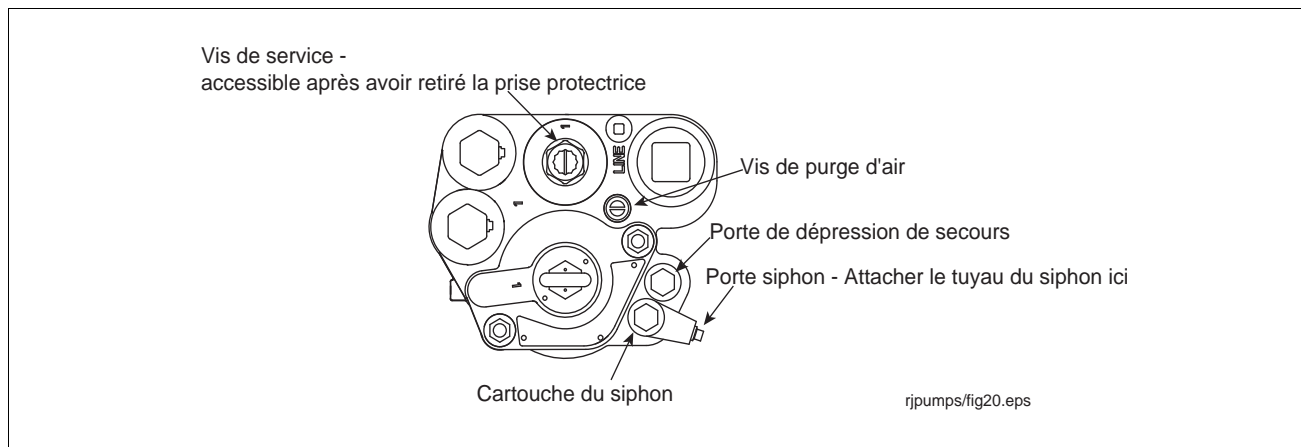

Figure 34. Attaches du Siphon
2. Retirer et conserver la prise protectrice placée sur la vis de service et tourner la vis dans le sens des aiguilles d'une montre (voir Figure 34). Lorsque la vis approche de la position finale, on entend le système se dépressuriser. Continuer à tourner la vis jusqu'à ce qu'elle ne puisse aller plus loin. Lorsque la vis est en bout de course, dévisser de 4 tours pour relever le clapet de non-retour et laisser le carburant s'écouler dans les cavités hydrauliques du collecteur.
3. Retirer une des deux prises d'attache du siphon du collecteur (voir Figure 34).
9. Tourner la vis de purge d'air de 2 - 3 tours dans le sens inverse des aiguilles d'une montre (voir Figure 34).
2. Retirer et conserver la prise protectrice placée sur la vis de service et tourner la vis dans le sens des aiguilles d'une montre (voir Figure 34 page 39). Lorsque la vis approche de la position finale, on entend le système se dépressuriser. Continuer à tourner la vis jusqu'à ce qu'elle ne puisse aller plus loin. Lorsque la vis est en bout de course, dévisser de 4 tours pour relever le clapet de non-retour et laisser le carburant s'écouler dans les cavités hydrauliques du collecteur. Continuer à tourner la vis dans le sens inverse des aiguilles d'une montre jusqu'à ce qu'on entende que le clapet est revenu en position.
8. Ouvrir la vis de purge d'air de 2 - 3 tours, dans le sens inverse des aiguilles d'une montre (voir Figure 34).